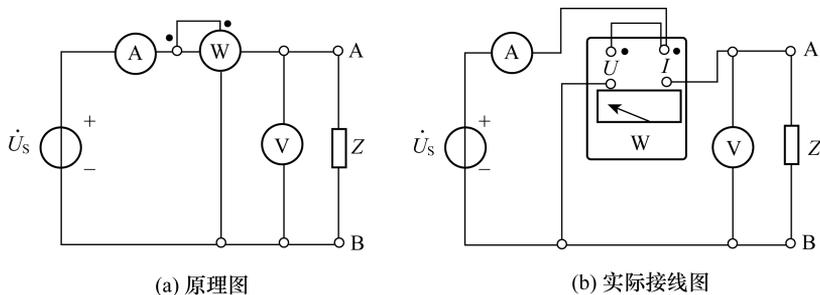
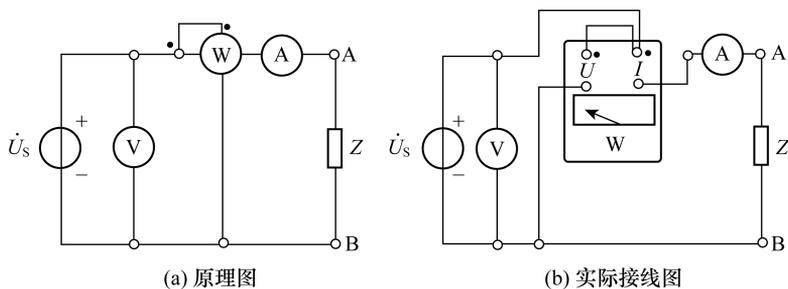

图 2-8 功率表的正确接线方法一
图 2-9 功率表的正确接线方法二
功率表都有两对或两组接线端子。一对(组)电压接线端子标字母 U ；一对(组)电流接线端子标字母 I 。有些老式功率表，还设有专门用于变化金属连接片连接方式而改变电流量程的接线端子。常用的功率表接法有两种，如图 2-8、图 2-9 所示。
3. 电压接线端子和电流接线端子的同名端带“*”或“•”端要连在一起，如图 2-8 所示，而且电流带“*”或“•”端(或电压带“*”或“•”端)端子不能再有其他接线。也就是说，功率表的电压与电流带“*”或“•”端不仅要连在一起，而且这两个端子对外只能有一条接线。